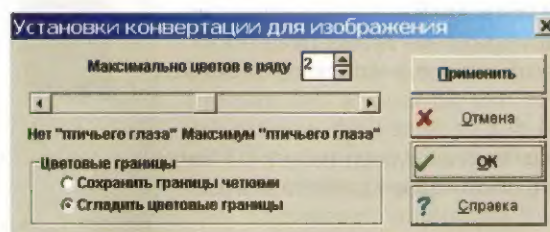

рис. 5
**Установки конвертации (рис. 5).**